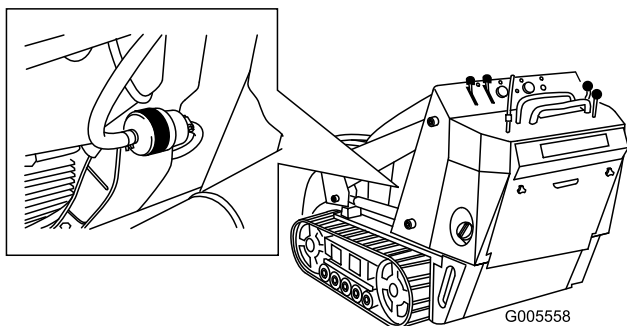

Figure 38
4. Raccordez les conduites d'alimentation de chaque côté du filtre avec des colliers (Figure 38).
5. Pincez les extrémités des colliers et faites glisser ceux-ci pour les éloigner du filtre (Figure 38).